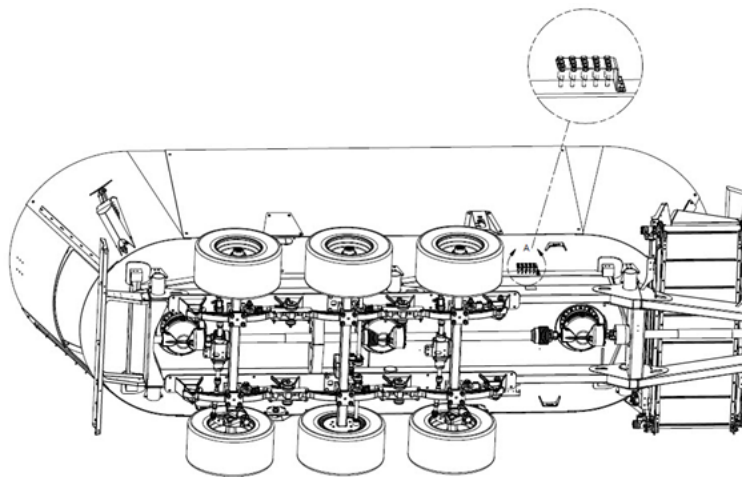

Figure 43 — Emplacement des limiteurs de couple à boulon de cisaillement sur les SMARTMIX à trois vis
Les SMARTMIX à trois vis possèdent trois sécurités par limiteur à boulon. Le premier limiteur est situé sur la transmission secondaire et permet de protéger les trois planétaires d'entraînement des vis de mélange (repère A, Figure 43). Le deuxième limiteur est situé après le premier boîtier d'entraînement de la vis du milieu (repère B, Figure 43). Le troisième limiteur est situé après le deuxième boîtier d'entraînement de la vis arrière (repère C, Figure 43).
En cas de rupture du boulon de cisaillement de la vis avant (repère A, Figure 43) :
2. Retirez le morceau de boulon du limiteur (repère A, Figure 43).
En cas de rupture du boulon de cisaillement de la vis du milieu (repère B, Figure 43) :
2. Retirez le morceau de boulon du limiteur (repère B, Figure 43).
En cas de rupture du boulon de sécurité de la vis arrière (repère C, Figure 43) :
2. Retirez le morceau de boulon du limiteur (repère C, Figure 43).